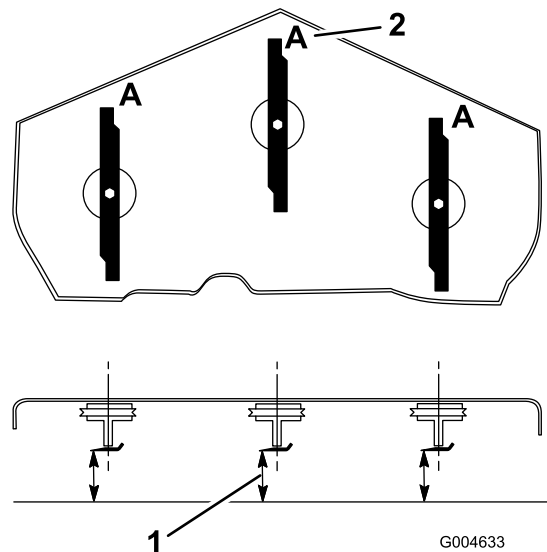

Bild 73
3. Drehen Sie die Schnittmesser, bis die Enden nach vorne und hinten gerichtet sind (Bild 73). Messen Sie von einer ebenen Fläche bis zu den Schnittkante (Position A) der Messer (Bild 73). Notieren Sie diesen Wert.